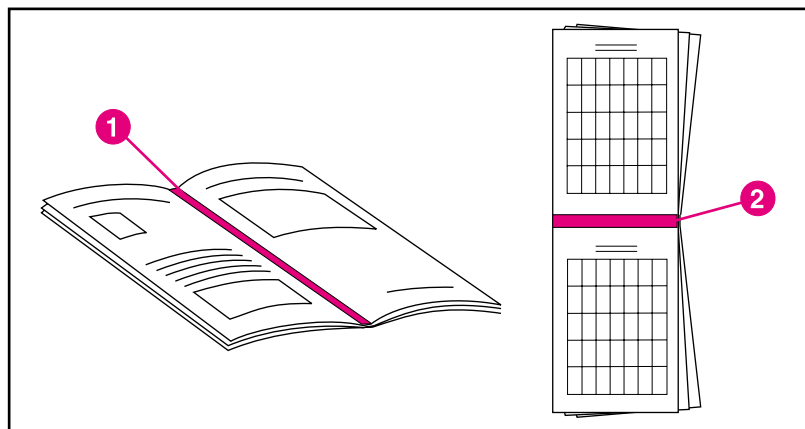

рисунок 3-4
- 6 Нажмите клавишу **ЗНАЧЕНИЕ** для выбора переплета **ПО ДЛИННОМУ КРАЮ** или **ПО КОРОТКОМУ КРАЮ** (см. рисунок 3-4).
- *Переплет по длинному краю (книга)*, обычно применяемый для книг. (Смотрите 1 на рисунок 3-4.)
- *Переплет по короткому краю (блокнот)*, часто используемый для календарей. (Смотрите 2 на рисунок 3-4.)